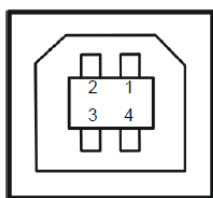

Figura 5-4 Conector tipo USB-B.
1. La interfaz USB es un conector de tipo USB-B (como se muestra en la Figura 5-4):